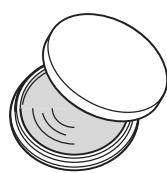
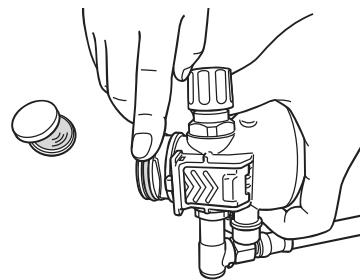

図46 グリース
図47 グリースの塗布
- 7.** 付属のグリース（メーカー純正品）を指先に取り、プレッシャーマンドル弁のOリング部に薄く塗る。（図46、図47参照）